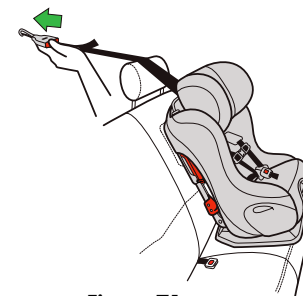

Figura 71
- Oprima el botón de soltar para alargar la correa superior tirando de ésta al mismo tiempo, como se muestra en la **figura 71**.